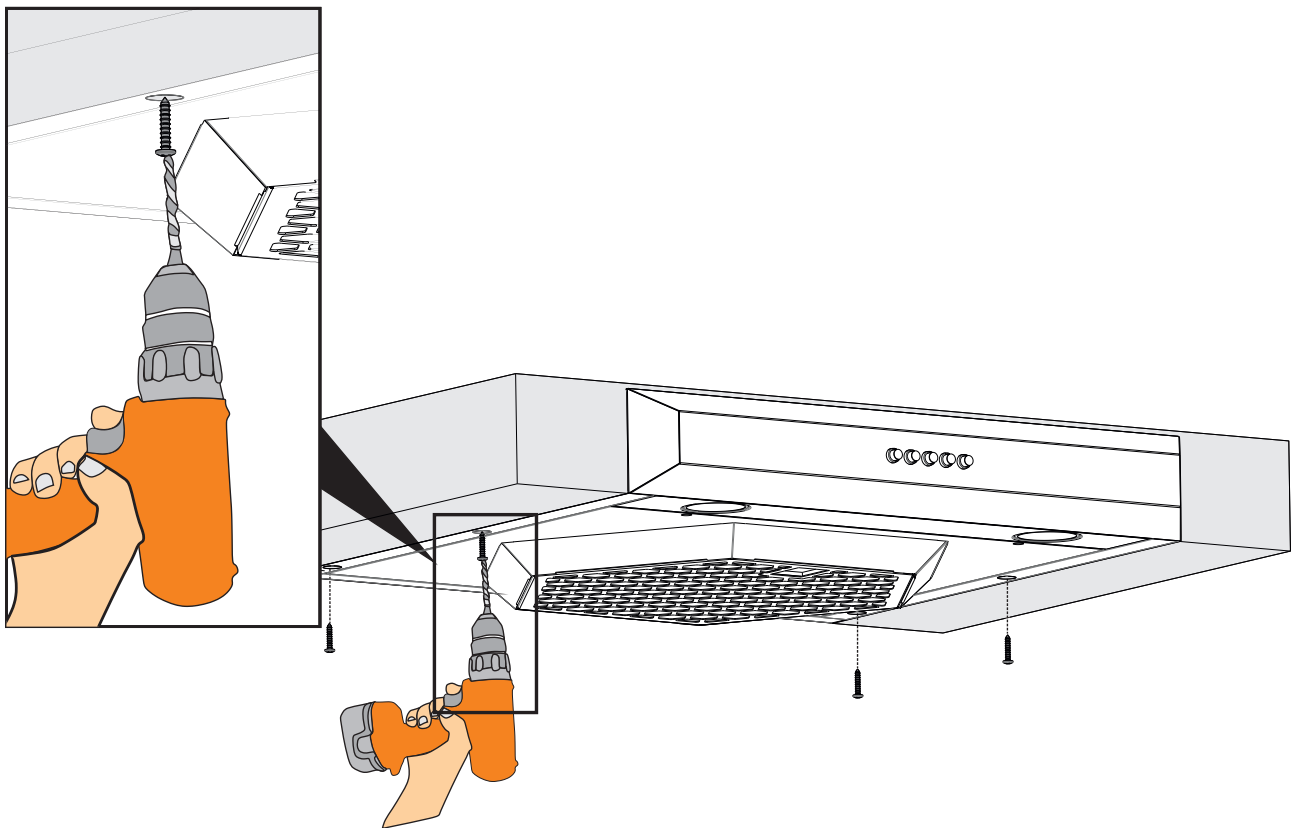

Fig. 13
3. ➔ Monter din enhed på kabinettet i punkterne A,B,C,D ved hjælp af en boremaskine med de 3,9x22 skruer, der følger med i pakken (Fig. 13).